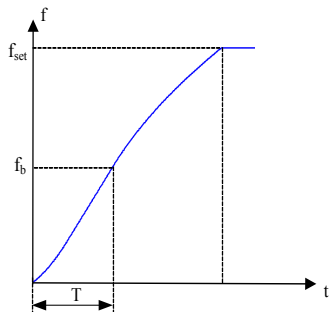

图 5-23 S 曲线加减速 B 示意图
- 2：S 曲线加减速 B——在此加减速曲线中，电机额定频率 f_b 总是 S 曲线的拐点。如图 5-23 所示。一般用于在额定频率以上的高速区域，需要短时加减速的场合。当设定频率在额定频率以上时，加减速时间为：
功能码 F4-08 和 F4-09 分别定义了 S 曲线加减速 A 起始段和结束段的时间比例，且两者满足：F4-08 + F4-09 ≤ 100.0%。图 5-23 中 t1 即为参数 F4-08 定义的参数，在此段时间内输出频率变化的斜率逐渐增大。t2 即为参数 F4-09 定义的时间，在此时间段内输出频率变化的斜率逐渐变化到 0。在 t1 和 t2 之间的时间内，输出频率变化的斜率是固定的。